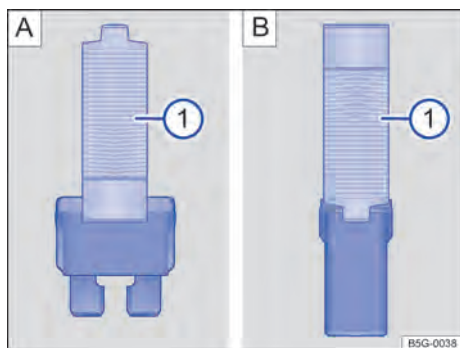

Fig. 147 Retirar ou colocar o fusível com a pinça de plástico: [A]: fusível plano, [B]: fusível de bloqueio.
- Se necessário, retirar a pinça de plástico → Fig. 147  da cobertura da caixa de fusíveis.
- De acordo com a versão do fusível, colocar as garas adequadas do alicate plástico → Fig. 147 [A]  ou → Fig. 147 [B]  lateralmente no fusível.